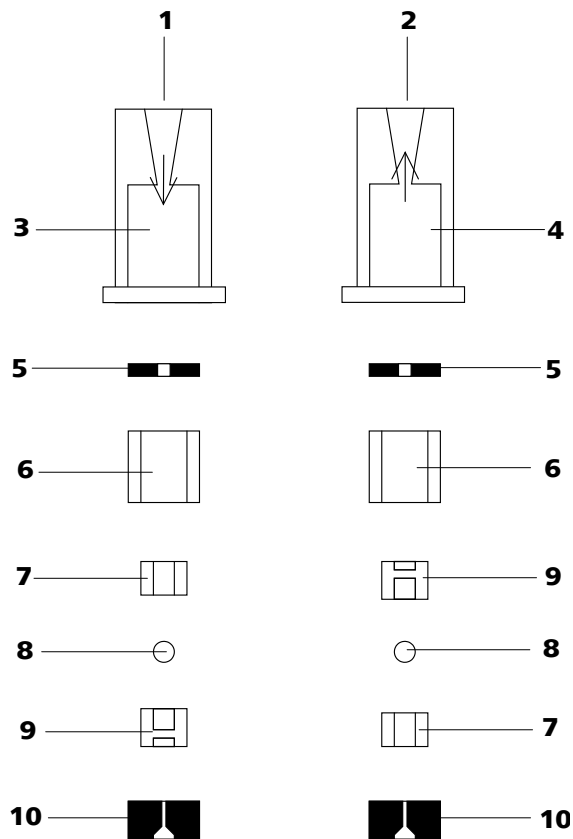

Abbildung 26 Bestandteile von Einlassventil und Auslassventil
- Einlassventil und Auslassventil bestehen aus den gleichen Bestandteilen, die nur unterschiedlich angeordnet sind (siehe Abbildung 26, Seite 48).
Ventilbestandteile *gemäss* Abbildung 26, Seite 48 wieder zusammensetzen.
- Die übrigen Ventilbestandteile in der richtigen Reihenfolge (*siehe Abbildung 26, Seite 48*) aufeinander legen.
Ist dies nicht der Fall, muss das Ventil nochmals zerlegt und richtig zusammengesetzt werden (*siehe Abbildung 26, Seite 48*).